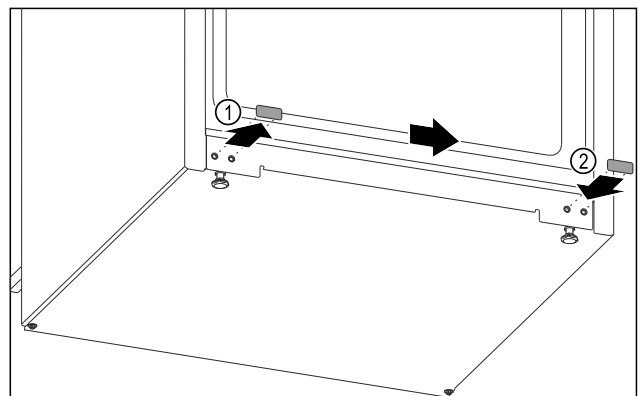

Fig. 10
- Hiqni tapat mbuluese. Fig. 10 (1)
- Vendosni tapat mbuluese në anën e kundërt. Fig. 10 (2)